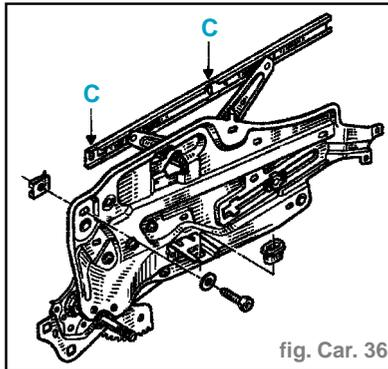

fig. Car. 36
- Celui-ci s'appuie progressivement sur la vitre sous l'action de serrage de la vis de fixation (B) (points de fixation du lève-vitre).
- Le rail d'entraînement du lève-vitre (C) vient se fixer sur la vitre à l'aide des vis de fixation spécifiques (B). (fig. Car. 36 et 37)